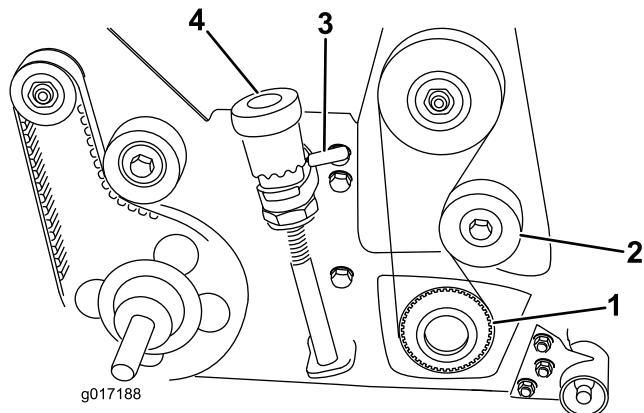

図 11
26. 1/2 インチのドライブラチェットとエクステンションを使って、駆動プーリをリールシャフトから取り外す (図 11)。リールが回転しないように角材などで固定する。プーリを 40-60 ft-lbs (54-81 N-m = 5.5-8.3 kg.m) にトルク締めする
29. グルーマの組み立て状態を点検する。左右のクイックアップレバーを操作してグルーミングリールを移動走行位置にセットする (図 11)。問題があれば修正し、再点検を行う。